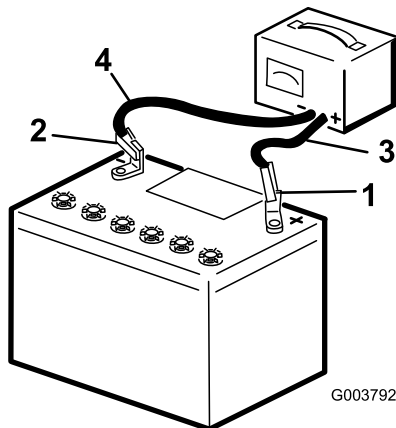

Bild 38
2. Laden Sie die Batterie für vier bis acht Stunden mit 3-4 Ampere auf (Bild 38). Überladen Sie die Batterie nicht.
3. Wenn die Batterie voll geladen ist, ziehen Sie den Stecker des Ladegeräts aus der Dose. Klemmen Sie dann die Klemmen des Ladegeräts von den Batteriepolen ab (Bild 38).